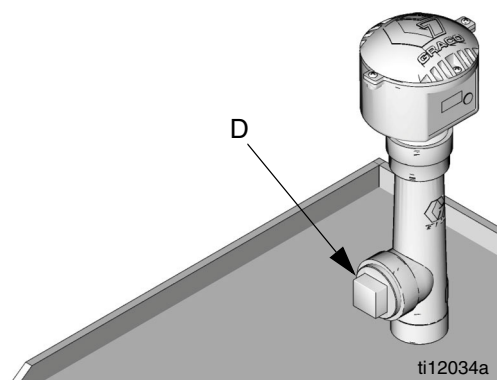

FIG. 7
Le port (D) ne doit pas être utilisé comme orifice de remplissage pour les livraisons d'huile. Voir FIG. 7.